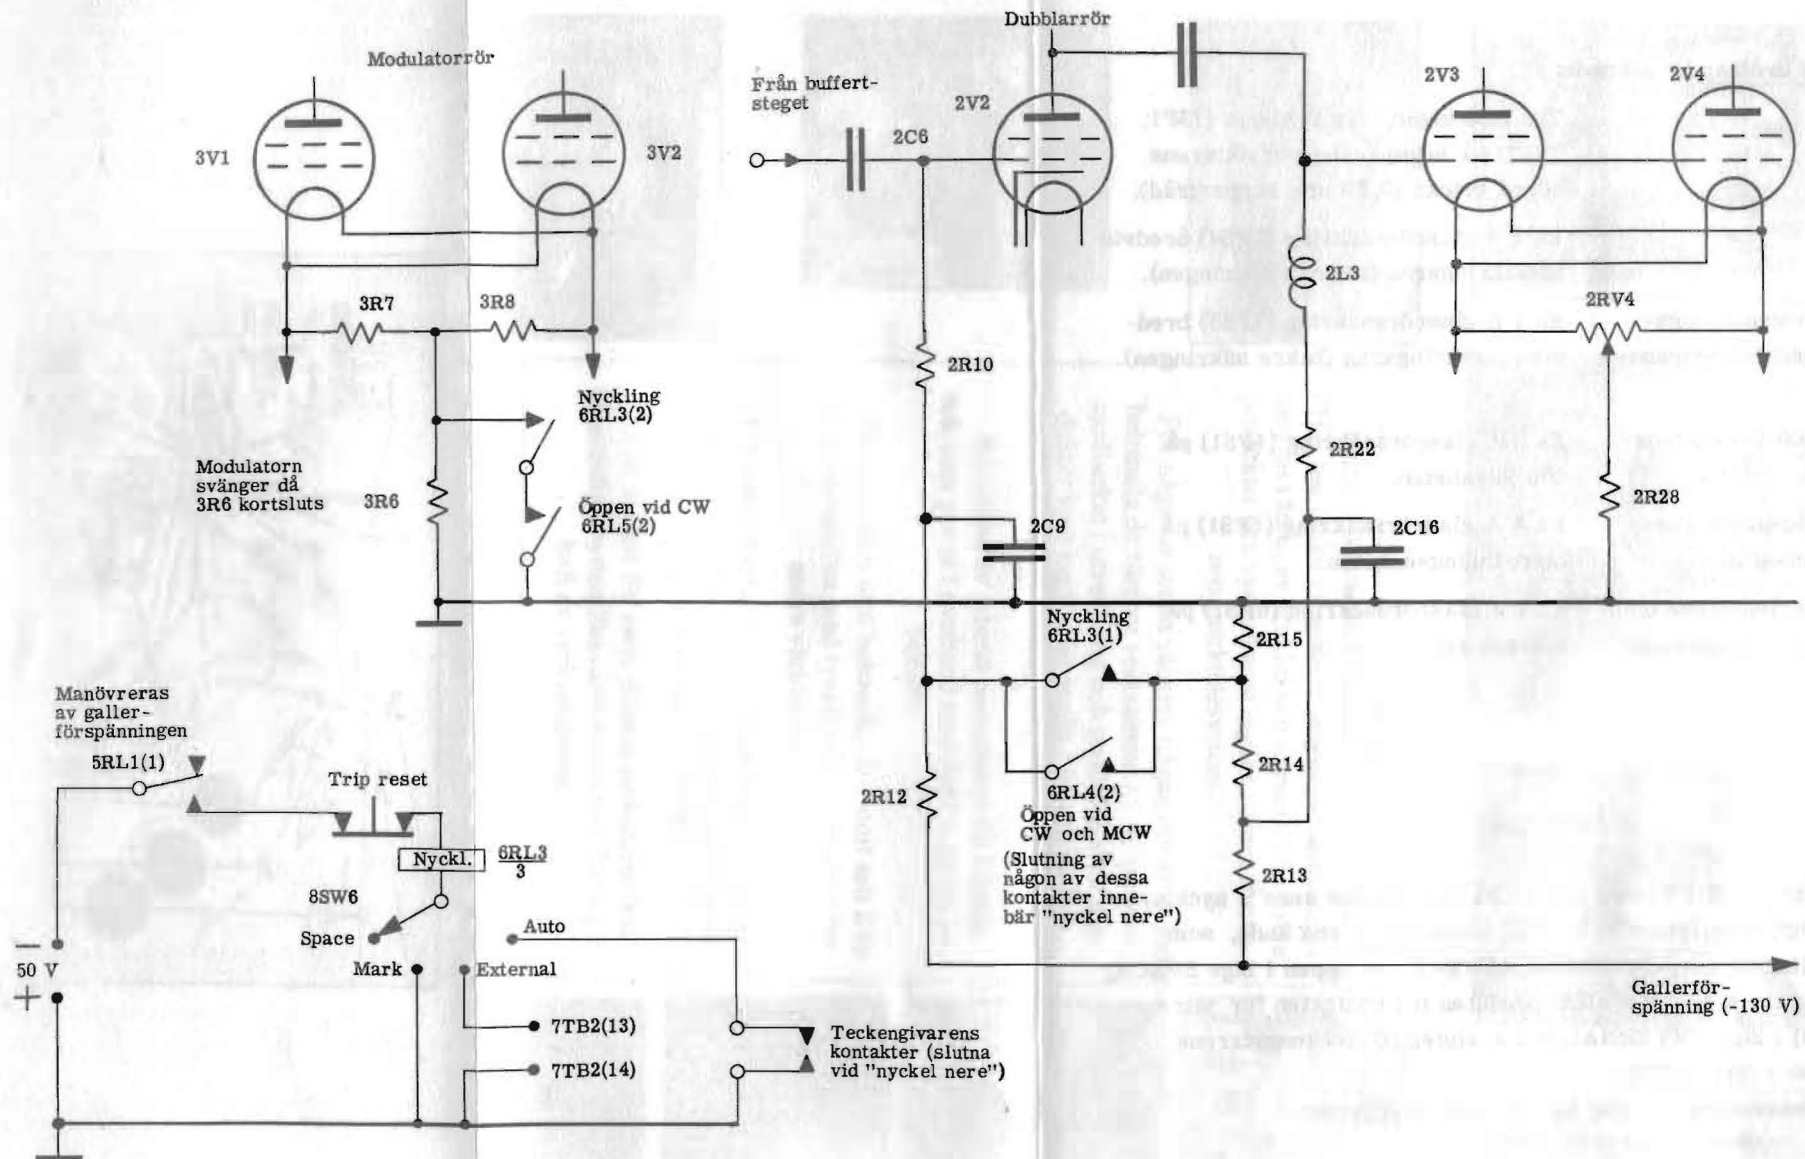

Bild 30. Nycklingskretsarna
Nycklingsrelät 6RL3, som får ström vid "nyckel nere", nycklar dubblarsteget och modulatern (bild 30). Lindningens ena ände, som växlas av nycklingsomkopplaren 8SW6 (KEYING), är öppen i läge SPACE, ansluten till stommen i läge MARK, ansluten till kontakten för yttre nyckel 7TB2(13) i läge EXTERNAL och ansluten till teckengivarens nycklingskontakt i läge AUTO.